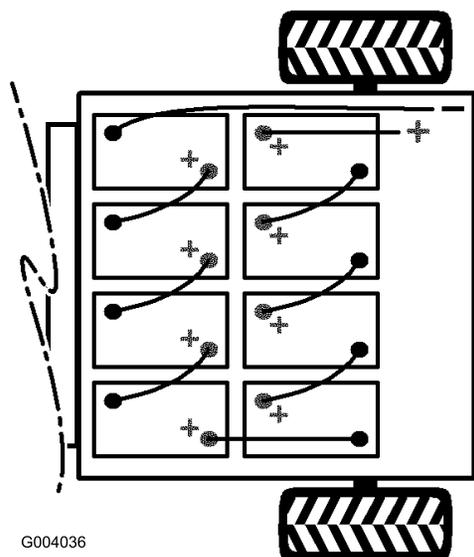

Bild 29
3. Schließen Sie das lange, rote, positive Hauptkabel zwischen dem Batterieverteiler und dem Fahrzeug von der Batterie ab (Bild 29).
Hinweis: Achten Sie auf die Batteriepolartität, wenn Sie neue Batterien einsetzen (Bild 29).
9. Verbinden Sie die Batterien mit den vorher abgenommenen Batteriekabeln, siehe Bild 29.
10. Schließen Sie das lange, rote, positive Kabel zwischen dem Batterieverteiler und dem Fahrzeug an (Bild 29).
11. Schließen Sie das lange, schwarz, negative Hauptkabel zwischen dem Batterieverteiler und dem Fahrzeug an (Bild 29).